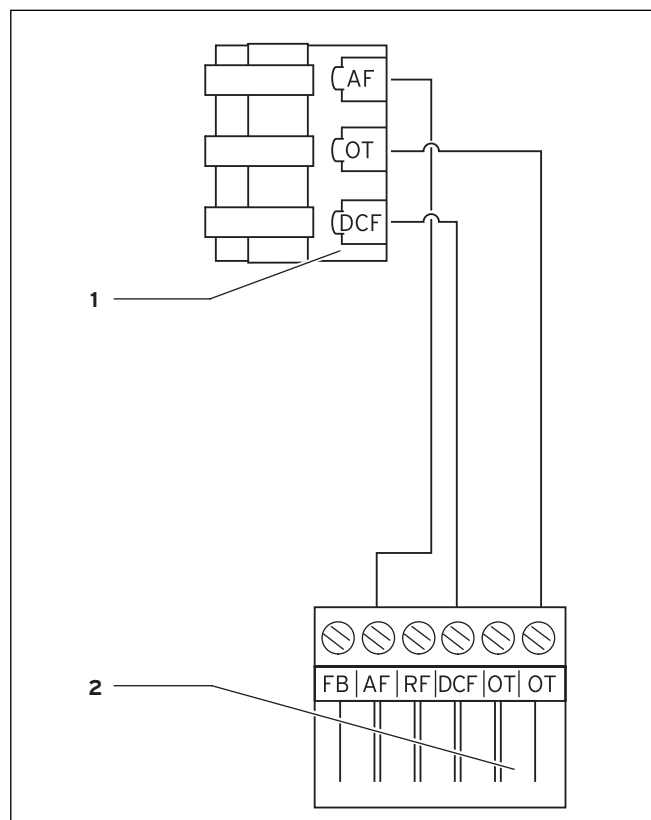

Fig. 5.3 Collegamento elettrico della sonda esterna VRC 9535
- ⇒ Collegare il cavo di collegamento alla morsettiera della sonda esterna come da fig. 5.3.
- ⇒ Collegare il cavo di collegamento al connettore laterale a 6 pin come da fig. 5.3.